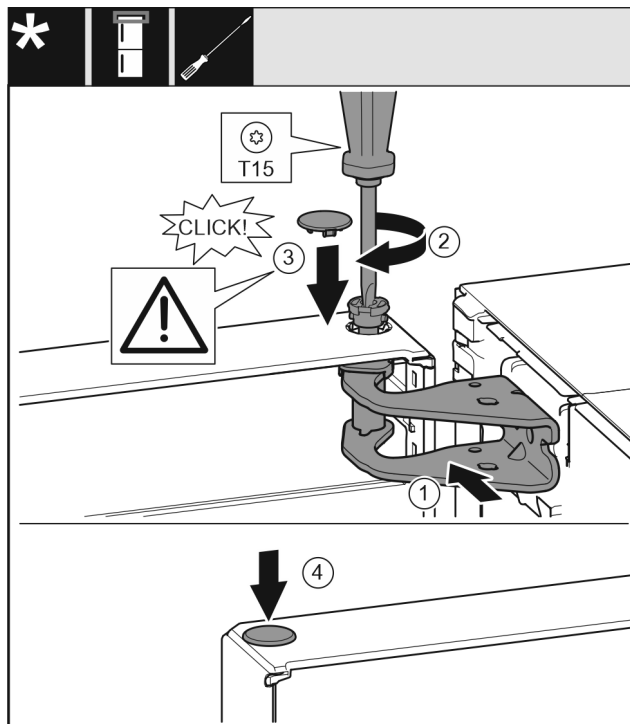

Fig. 18
- ▶ Allineare la porta in alto all'apertura nel blocco di supporto. Fig. 18 (1)
- ▶ Inserire i perni e serrare con il cacciavite T15. Fig. 18 (2)
- ▶ Montare la copertura di protezione della porta: inserire la copertura di protezione e controllare se appoggia sulla porta. Altrimenti inserire completamente il perno. Fig. 18 (3)
- ▶ Inserire i tappi. Fig. 18 (4)